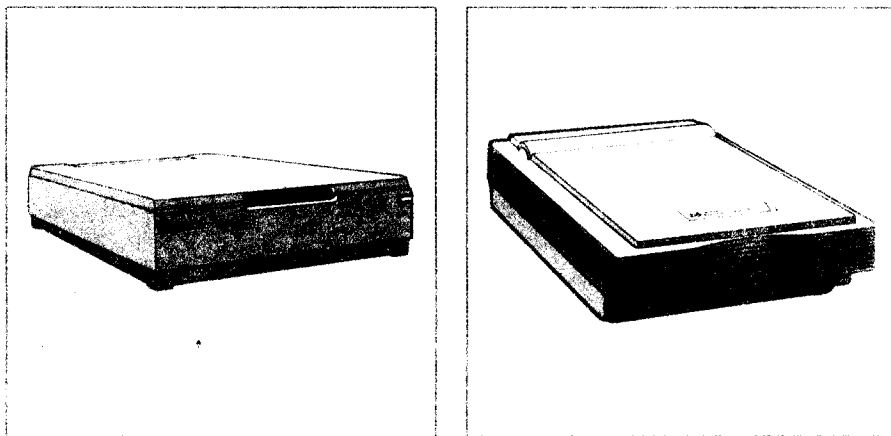

图 1.1 两种 HP 扫描仪
Hewlett-Packard (HP) 扫描仪的功能与普通办公室的复印机类似,也可把它看作一种电子照相机、“万能图形处理器”或为计算机提供眼睛的设备。HP 扫描仪是一种台式平板扫描仪。扫描仪从低分辨率的手控扫描仪到超高分辨率鼓式扫描仪有许多类型,HP 扫描仪是为满足中等扫描要求和从制作学校或工厂简报到像杂志一样的四色刊物所需的扫描仪。图 1.1 为两种 HP 扫描仪,其中左图为 HP II p 单色 300dpi 扫描仪,右图为 HP II cx 彩色和单色 400dpi 扫描仪。